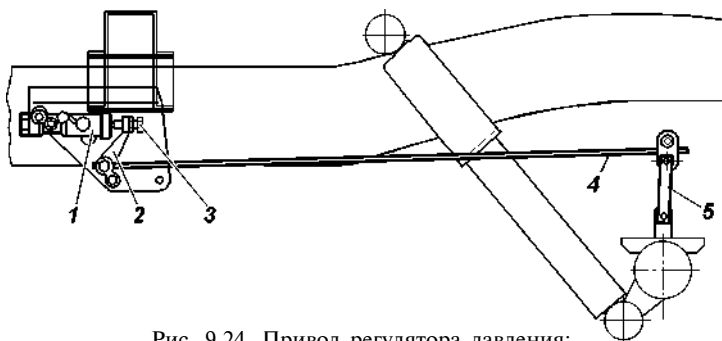

Рис. 9.24. Привод регулятора давления:
В процессе эксплуатации и при замене задних рессор, необходимо регулировать усилие упругого рычага 4 (рис. 9.24) на поршень регулятора. Регулировку производите в следующей последовательности:
4. Доверните болт 3 (рис. 9.24) на 2/3 оборота (14 граней головки болта).